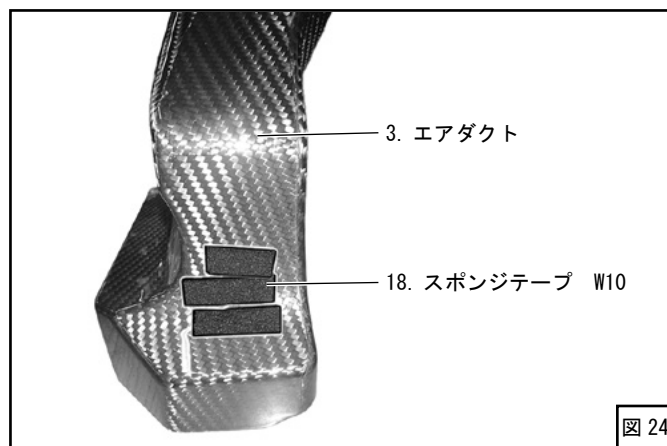

図 24
(24) エアダクトにスポンジテープ W10 (細) を貼付けてください。(図24)